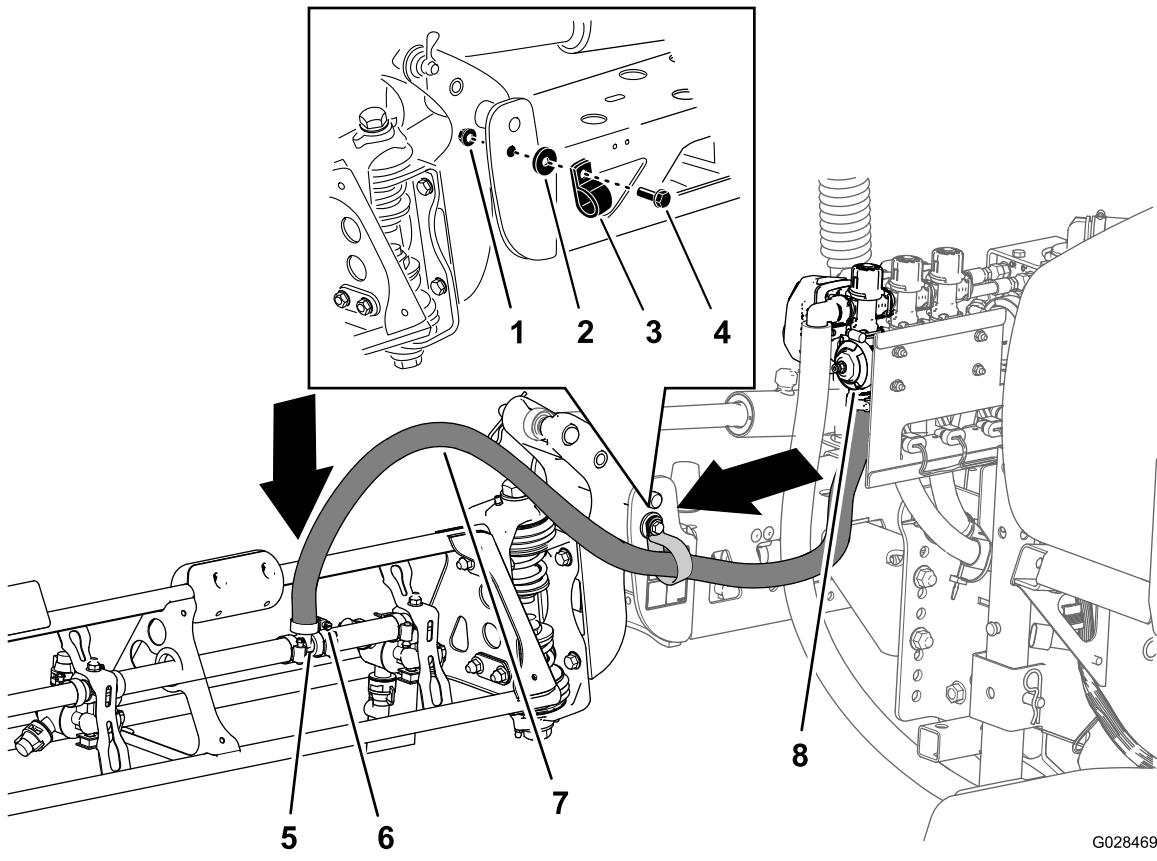

Figura 43
1. Infilate i flessibili della sezione della barra come illustrato in Figura 42 e in Figura 43.
2. Fissate i flessibili della barra sul lato anteriore della sezione della barra centrale (Figura 42 e Figura 43) con 1 fascetta a R, 1 bullone di spallamento (5/16" x 1"), 1 dado di bloccaggio (5/16") e 1 rondella (5/16").
3. Montate il flessibile della sezione della barra sul raccordo a T dentellato nella sezione della barra e fissatelo con la fascetta stringitubo (Figura 42 e Figura 43).